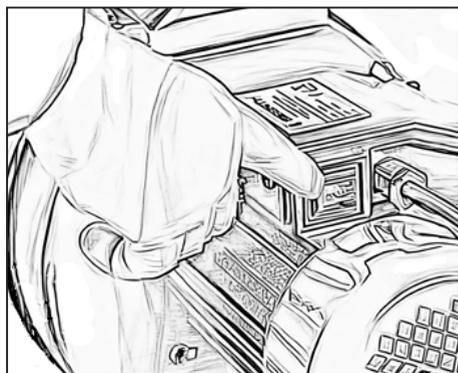

Fig. 6
- Placez l'interrupteur marche/arrêt sur "ON". (Fig. 6)